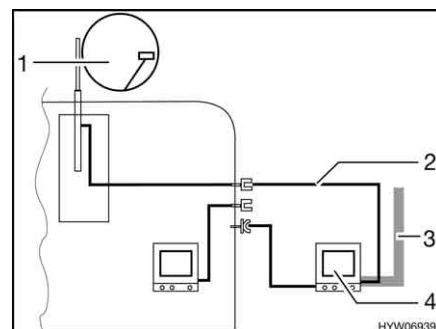

Fig. 69 TV nella tenda veranda
- TV nella tenda veranda (Fig. 69,4): Collegamento all'antenna del tetto (Fig. 69,1) con cavo di collegamento (Fig. 69,2)
- TV nella tenda veranda (Fig. 69,4): Collegamento a antenna esterna (Fig. 69,3)